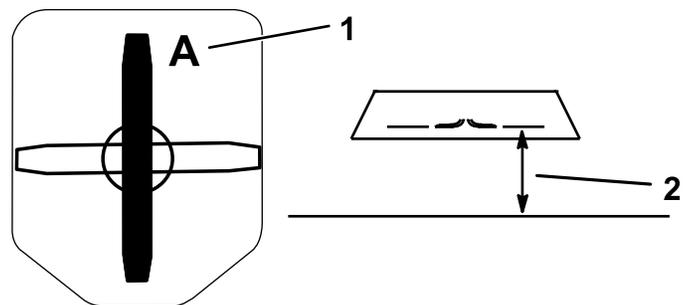

Bild 36
2. Messen Sie von einer ebenen Fläche den Abstand bis zur Schnittkante an Stellung A des Messers (Bild 36).